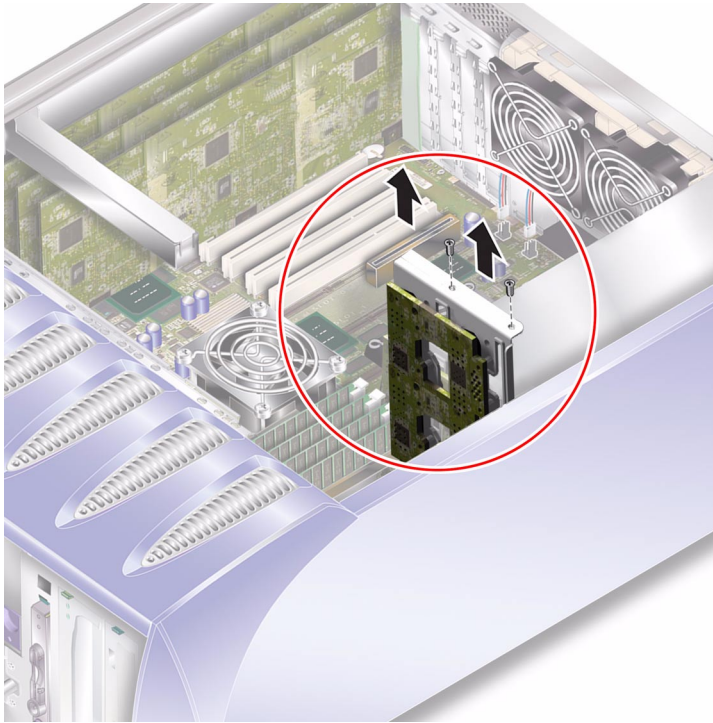

FIGURE 1-13 Retrait de la carte de distribution d'alimentation
10. Retirez la carte de distribution d'alimentation et le harnais de câblage. Voir la FIGURE 1-13.